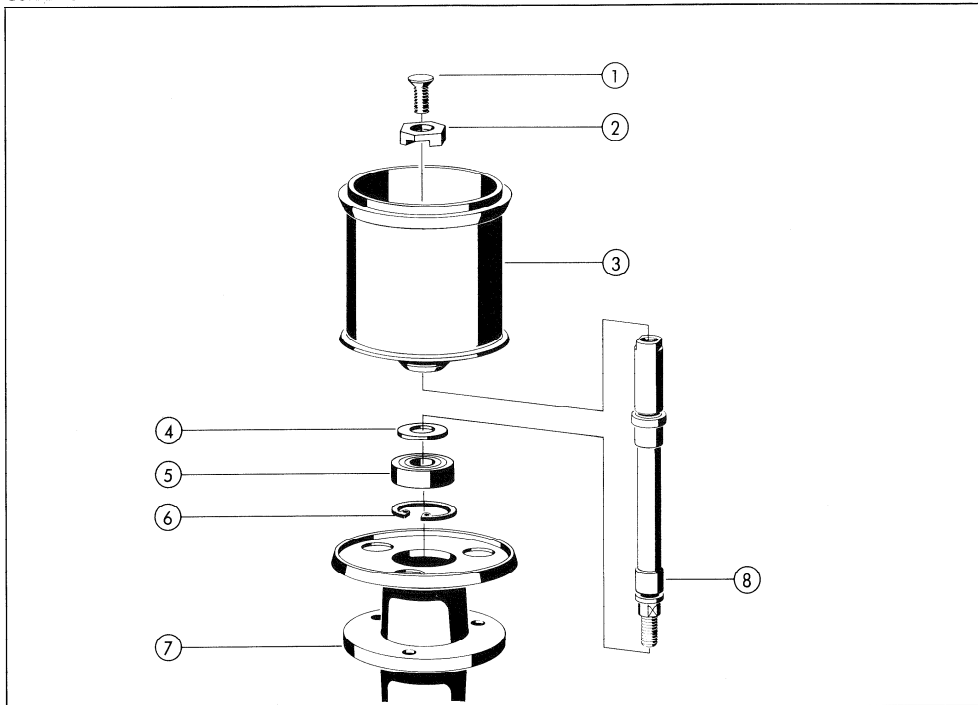

Fig. 8
Deckel der linken Umlenkrolle entfernen und Umlenkrolle durch lösen der Schraube (1) abheben. 1/2" Rolle montieren (Siehe Fig. 8)
Remove left hand guide roller cover. Loose the center screw (1) and exchange guide roller. See fig. 8